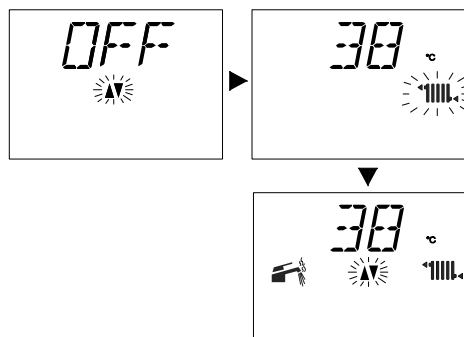

Figura 2.8
- con regolazione temperatura mandata riscaldamento minima Figura 2.8;